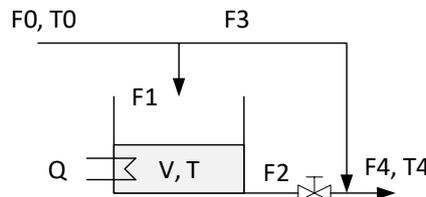

Figura 4: Tanque con descarga gravitatoria, calefacción y derivación.
6. El tanque del punto 4, en el mismo estado estacionario inicial, es calentado por un serpentín por el cual circula vapor saturado a 130 °C. La corriente F0 tiene un caudal igual a 40 litro/min, y una temperatura de 25 °C; esta corriente se divide en todo momento en partes iguales para originar F1 y F3 (Figura 4). La válvula descarga a la presión atmosférica. El serpentín está en la base del tanque y está calculado para que el tanque en esas condiciones alcance el estado estacionario con una temperatura T de 50 °C. Realice las siguientes actividades: